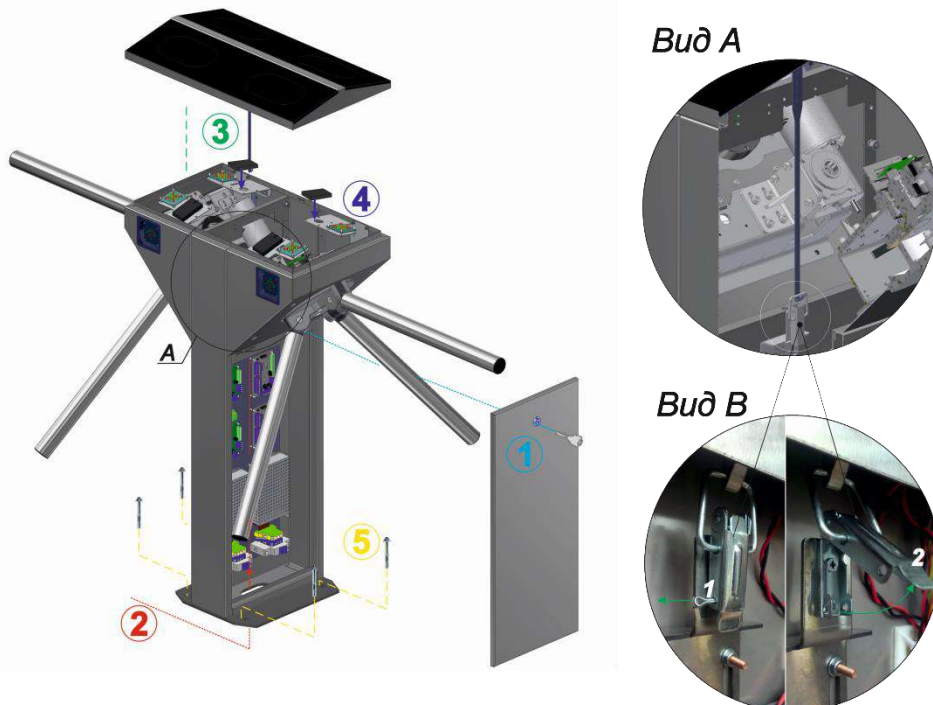

Рис. 14 – Общий вид сборки турникета-трипода «CENTURION TWIN -M» и «BASTION TWIN-M»
8) Для доступа к крепежным и технологическим отверстиям основания и клеммным колодкам турникета-трипода «CENTURION TWIN-M» и «BASTION TWIN-M» необходимо снять дверь стойки, повернув ключ замка с помощью ключа (Рис.14).
Для того чтобы снять крышку стойки, необходимо снять шплинт (1) и открыть защёлку (2), подняв её вверх (Рис.14, Вид А и В).